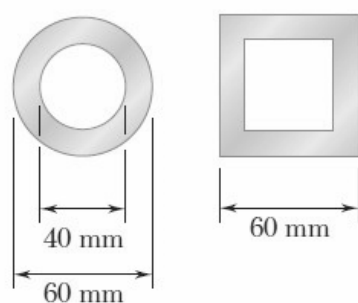

Figura 6.2
6.1.4 Considere 4 colunas longas com a mesma área de secção. A primeira e a segunda estão representadas na Figura 6.2, as outras duas são secções maciças, uma circular e a outra quadrangular. Determine cada uma das cargas críticas e a relação entre elas. $L = 4\text{m}$, $E = 210\text{GPa}$ e $\sigma_c = 250\text{MPa}$.